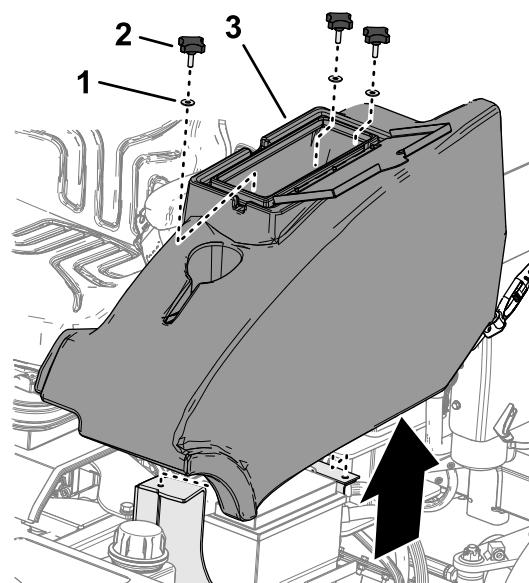

Bild 45
1. Öffnen Sie auf der linken Seite der Bedienerplattform die Klappe zum Ablagefach (Bild 45).
2. Entfernen Sie die drei Handräder und die drei Unterlegscheiben, mit denen das Ablagefach an der Maschine befestigt ist, und nehmen Sie das Ablagefach heraus (Bild 45).